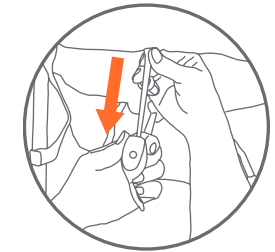
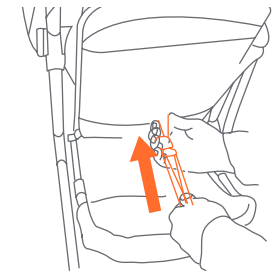

Fig. 20a
Fig. 20b
- 20)** • El asiento posee múltiples posiciones de inclinación que se controlan mediante un sistema de correa y hebilla ubicado detrás del asiento (Fig. 20a). Para reclinar el asiento, suelte la correa por la hebilla y ajústela hasta lograr la posición de inclinación necesaria (Fig. 20b). Para colocar el respaldo en una posición más erguida, empujelo hacia arriba con una mano mientras tira de la correa por la hebilla con la otra. La correa se trabará automáticamente. **La posición erguida se debe usar únicamente para un niño de al menos 6 meses. Al reposicionar el respaldo, siempre vuelva a ajustar el arnés de seguridad, incluyendo los cinturones del hombro.**